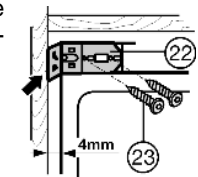

Fig. 11
- ▶ Desaparafusar o ângulo de fixação Fig. 11 (22) com os parafusos Fig. 11 (23).